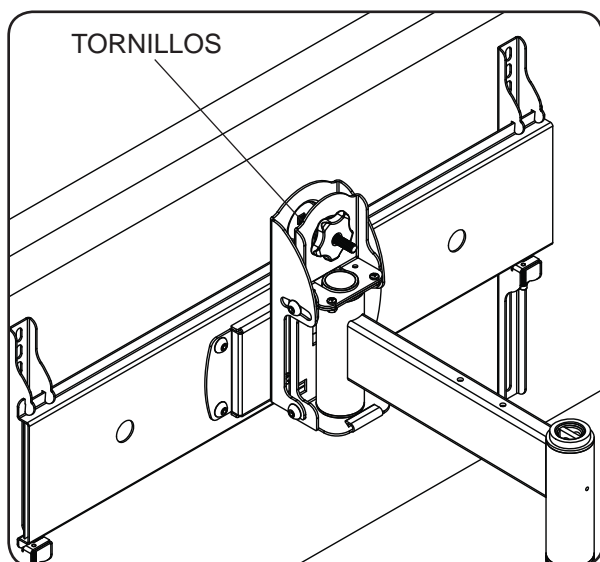

fig. 10.1
- Para bajar la pantalla, gire el tornillo de cabeza hueca que se muestra en la ilustración 10.1 en el sentido del movimiento de las manecillas del reloj con la llave allen de 10mm (V).
- Para subir la pantalla, gire el tornillo de cabeza hueca que se muestra en la ilustración 10.1 en el sentido opuesto al movimiento de las manecillas del reloj con la llave allen de 10mm (V).